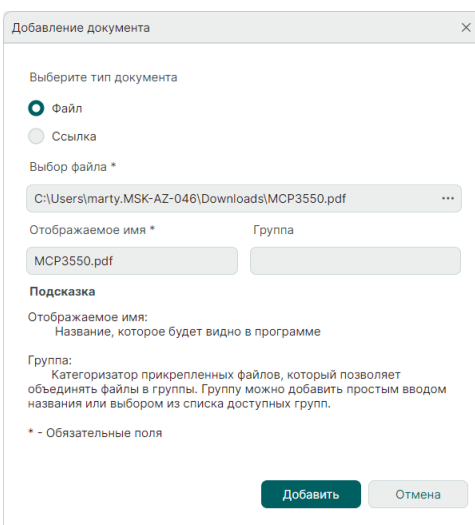

Рис. 329 Форма прикрепляемой информации
2. Заполните поля формы «Добавление документа», см. Рис. 329.